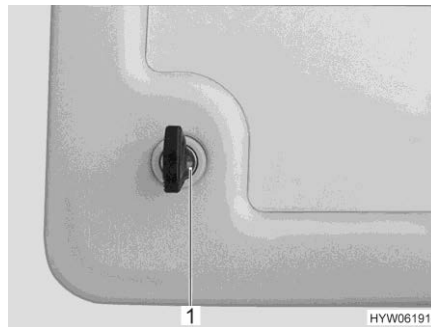
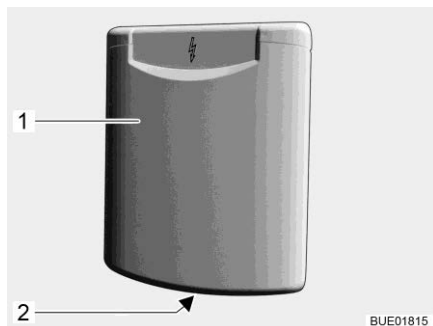

Fig. 78 Verrou de pression du portillon de service
Fig. 79 Verrou de pression du portillon de service (alternative)
- Insérer la clé dans le barillet du verrou de pression verrouillable (Fig. 78,1 ou Fig. 79,1) et la tourner d'un quart de tour. Le verrou de pression est déverrouillé.
- Appuyer simultanément sur les deux boutons-poussoirs (Fig. 79,2) des verrous de pression avec le pouce et ouvrir le portillon de service.
- Insérer la clé dans le barillet du verrou de pression verrouillable (Fig. 78,1 ou Fig. 79,1) et la tourner d'un quart de tour. Le verrou de pression est verrouillé.